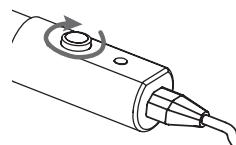

Fig.9
- Ruotare il termostato in senso orario fino a raggiungere la regolazione massima [Fig. 9]